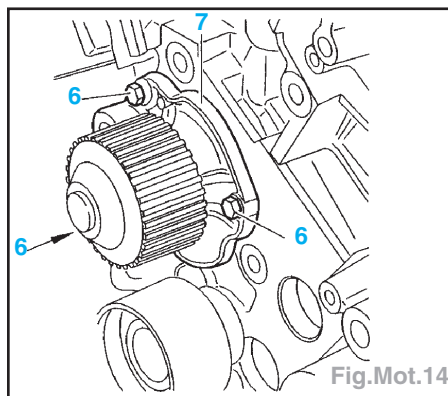

Fig.Mot.14
- la vis (1)
- les vis (2)
- le support moteur (3)
- les vis (4)
- le tendeur dynamique (5)
- Déposer (Fig.Mot.14) :
- les vis (6)
- la pompe à eau (7) et son joint.